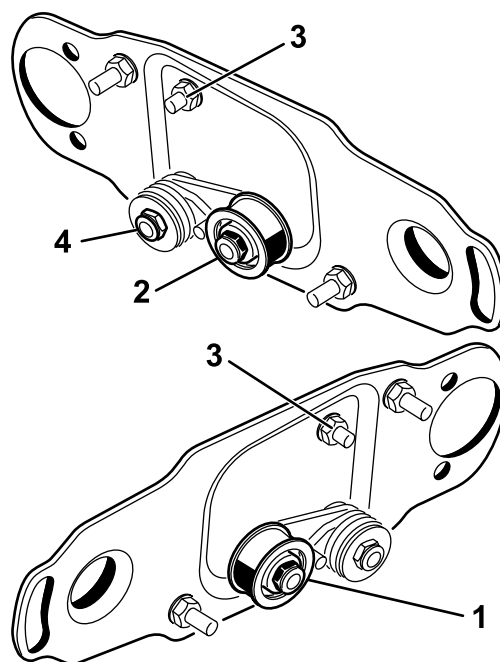

Figura 2
Nas unidades de corte esquerdas frontal e traseira, inverta a estrutura da polia intermédia para montar na **extremidade direita** da unidade de corte (Figura 2), da seguinte forma:
1. Remova a estrutura da polia intermédia da extremidade esquerda da unidade de corte e monte-a no orifício inferior na placa da escova na extremidade direita da unidade de corte (Figura 2).
2. Retire o parafuso e porca da carroçaria e coloque-os no orifício superior previamente ocupado com a estrutura da polia intermédia (Figura 2).